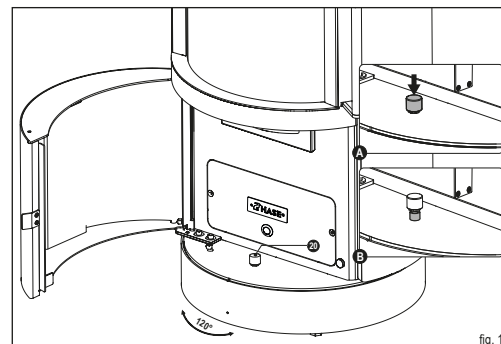

fig. 12
Alla consegna, il tasto (20) della console girevole si trova in posizione di blocco (fig. 12):
- Premere il tasto (20) per rimuovere il blocco (sezione 2).
- Una volta raggiunta l'impostazione desiderata, premere di nuovo il tasto (20) per ribloccare la console girevole.